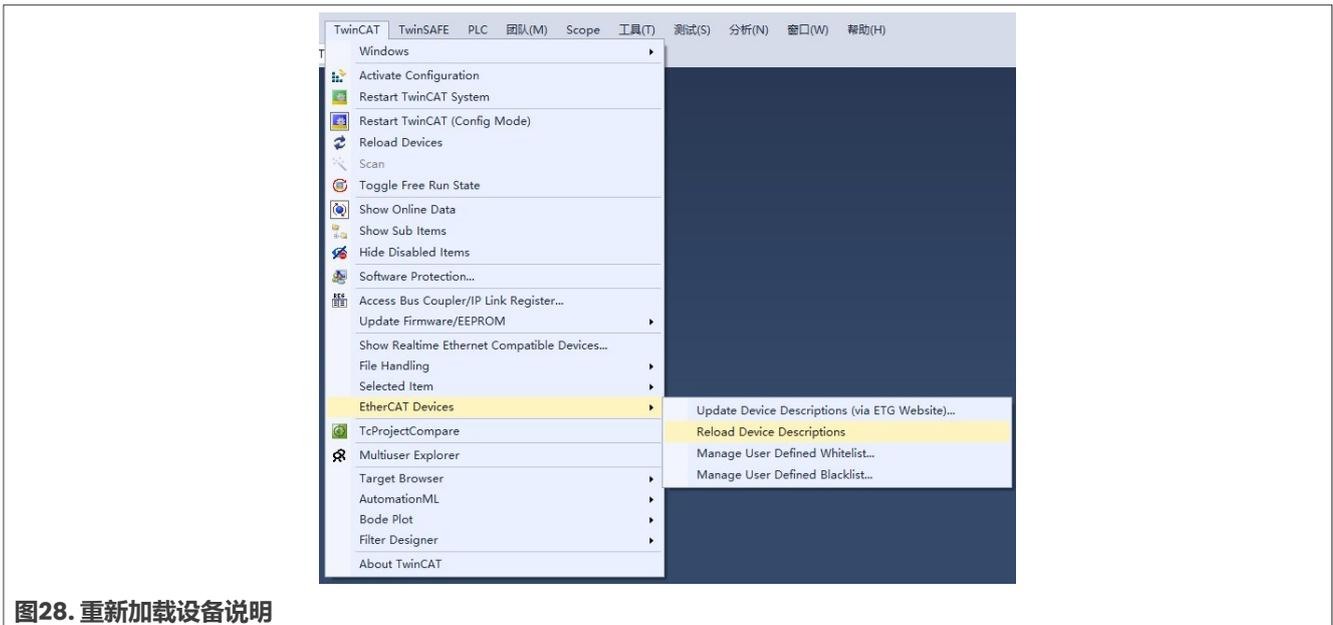

图28. 重新加载设备说明
6. 单击**Reload Device Descriptions**更新XML文件，如图28所示。